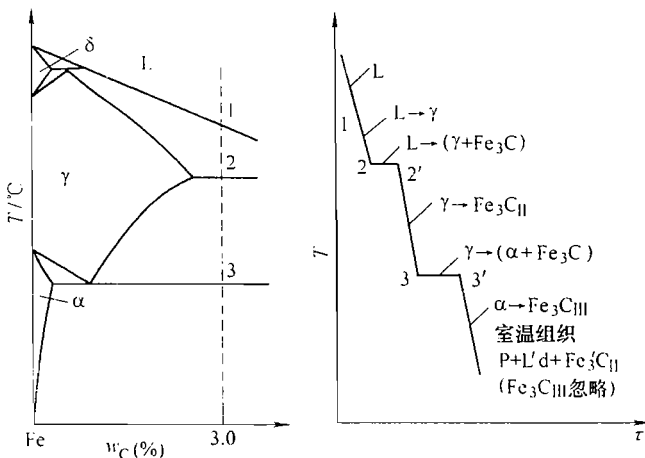

图 37-3 第四题第 3 小题解答图
3. 冷却曲线如图 37-3 所示。
含碳量为 3.0% 的亚共晶白口铁的结晶过程中, 与相图上各条曲线从上往下依次交于 1、2、3 点 (见图 37-3)。在 1—2 点之间按匀晶转变结晶出初晶 (或先共晶) 奥氏体, 奥氏体的成分沿 JE 线变化, 而液相的成分沿 ABC 线变化。当温度降至 2 点时, 液相成分到达共晶点 C , 于恒温 (1148°C) 下发生共晶转变, 即 $L_C \xrightarrow{1148^{\circ}\text{C}} \text{Ld} (\gamma_E + \text{Fe}_3\text{C}_F)$, 形成莱氏体。当温度冷却到 2—3 点温度区间时, 从初晶奥氏体和共晶奥氏体中析出二次渗碳体。随着二次渗碳体的析出, 奥氏体的成分沿着 ES 线不断降低, 当温度到达 3 点 (727°C) 时, 奥氏体的成分也到达了 S 点, 于恒温下发生共析转变, 即 $\gamma_S \xrightarrow{727^{\circ}\text{C}} \text{P} (\alpha_P + \text{Fe}_3\text{C}_K)$, 所有的奥氏体都转变为珠光体。所以最终的组织为: $\text{P} + \text{Fe}_3\text{C}_{\text{II}} + \text{L}'\text{d}$ 。